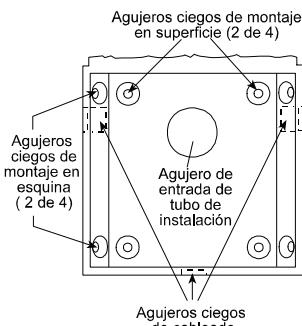

Figura 3. La base del GL
D. Instale la base en la posición seleccionada para una cobertura óptima. Use los 4 agujeros ciegos de la parte de atrás de la base para montaje en superficie y los 4 de los lados para montaje en esquina (vea Figura 3). La unidad deberá fijarse con firmeza para evitar posibles vibraciones.
- Hay tres agujeros ciegos de cableado (dos en los lados, uno en la parte de abajo - Figura 3) y un agujero de entrada de tubo de instalación.